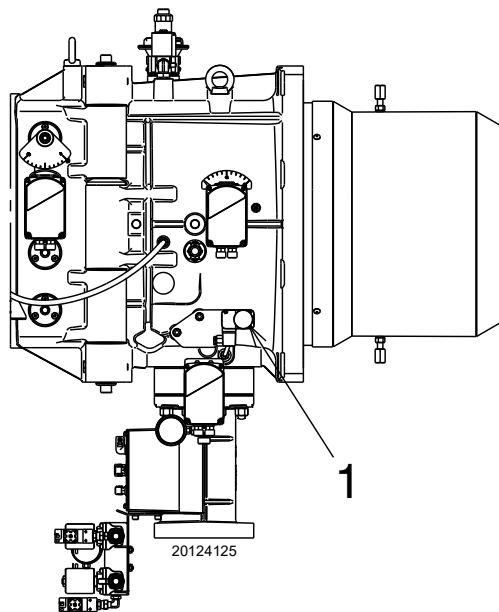

Fig. 25
Presión de gas en la toma 1)(Fig. 25), con:
Pérdida de carga válvula de mariposa del gas 2)(Fig. 25) con abertura máxima: 90°.
- restar a la presión gas en la toma 1)(Fig. 25) la presión de la cámara de combustión.
Presión del gas en la toma 1)(Fig. 25) = 46 mbar
Para conocer la presión gas necesaria en la toma 1)(Fig. 25), fijada la potencia máxima de modulación a la cual se desea que funcione el quemador:
- Leer a la derecha, columna 1, la presión en la toma 1)(Fig. 25).
presión necesaria para la toma 1)(Fig. 25).